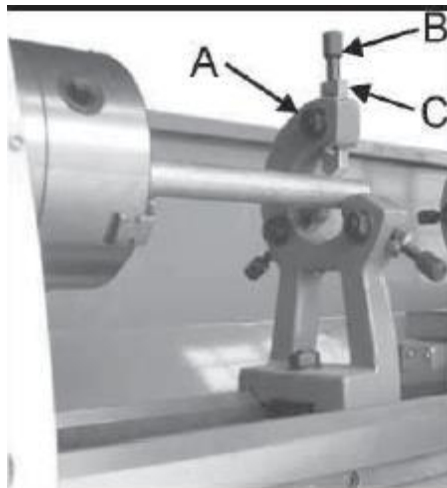

Рис. 36
1. Ослабьте три шестигранные гайки (А, Рис. 36)
2. Ослабьте винт с накатанной головкой (В, Рис. 36) и откройте пальцы скольжения (С, Рис. 36) так, чтобы обеспечить возможность перемещения неподвижного люнета при помощи пальца вокруг заготовки. Зафиксируйте неподвижный люнет.
3. Затяните винты с накатанной головкой так, чтобы пальцы плотно прилегали, но не прижимались к заготовке. Ослабьте три гайки (А, Рис. 36). Нанесите машинное масло на точки скольжения.